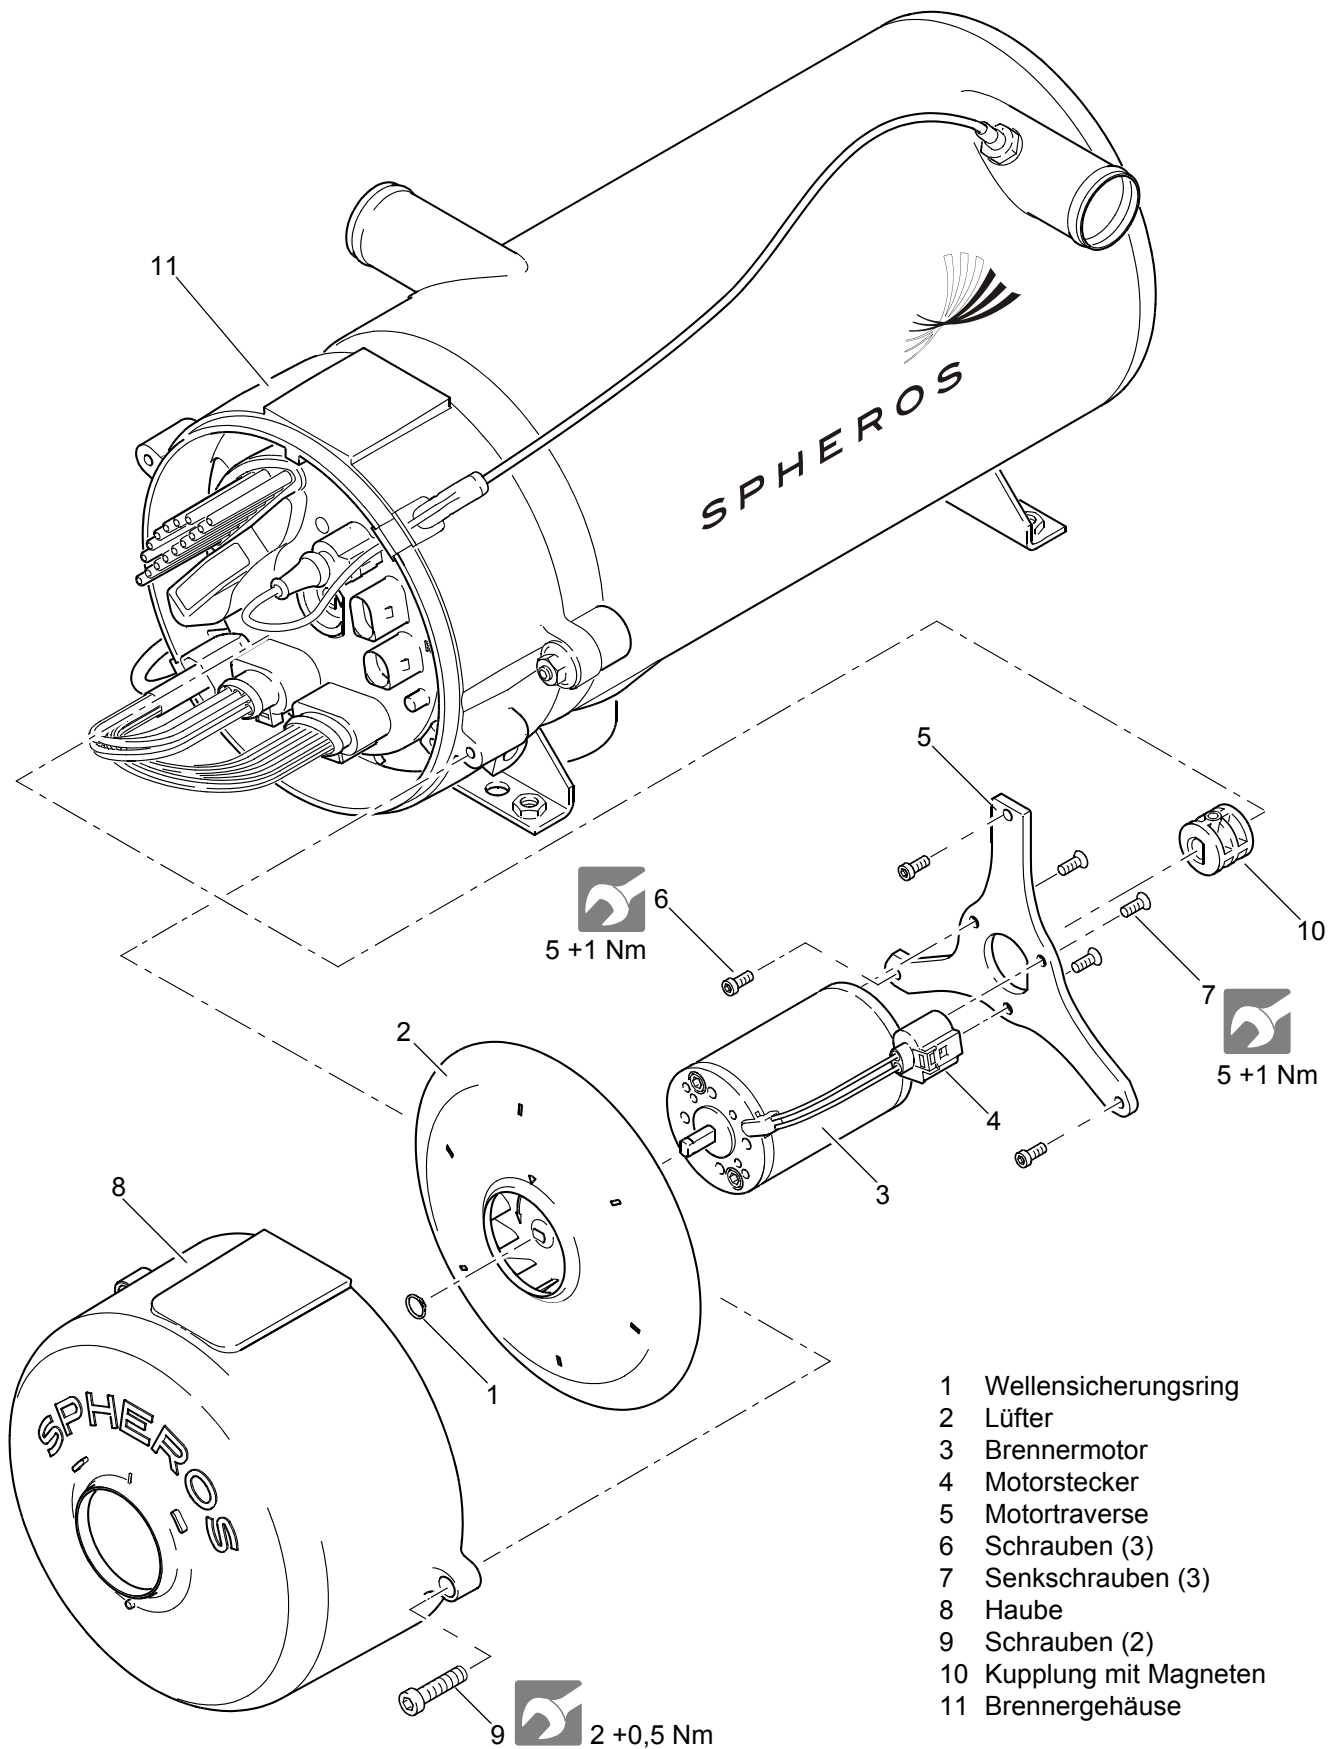

Abb. 803 Aus- und Einbau des Brennluftgebläses
2. Ggf. den Lüfter (2, Abb. 803) entfernen. Dazu mit geeigneter Zange den Wellensicherungsring (1) von der Motorwelle entfernen.
3. Stecker (4) des Brennermotors vom Steuergerät abstecken.
4. Schrauben (6) entfernen und Motor (3) mit Motortraverse (5) vom Brennergehäuse abziehen.
5. Ggf. die Motortraverse (5) vom Brennermotor (3) entfernen. Dazu die Schrauben (7) vom Motorflansch lösen und abschrauben.
1. Ggf. den Brennermotor (3, Abb. 803) wieder mit der Motortraverse (5) verbinden. Dazu den Brennermotor zur Motortraverse ausrichten, Einbaulage der Motortraverse beachten. Die Senkschrauben (7) in die vorgesehenen Senken des Motorflansches einschrauben. Anschließend die Senkschrauben (7) mit anziehen.
2. Ggf. Kupplung mit Magneten (10) auf die Welle der Brennstoffpumpe schieben.
3. Motortraverse (5) mit dem Brennergehäuse (11) ausrichten, dabei vorgegebene Einbaulage der Motortraverse beachten. Den Brennermotor gegenüber der Kupplung durch Drehen an der Antriebswelle des Brennermotors ausrichten.
4. Brennermotor und Motortraverse mit Schrauben (6) befestigen.
5. Schrauben (6) anziehen.
6. Stecker (4) des Brennermotors am Steuergerät anstecken.
7. Ggf. den Lüfter (2) einbauen. Dazu den Lüfter auf die Antriebswelle aufschieben mit geeigneter Zange einen neuen Wellensicherungsring (1) auf der Motorwelle befestigen.
8. Haube (8) anbauen (siehe 8.4).